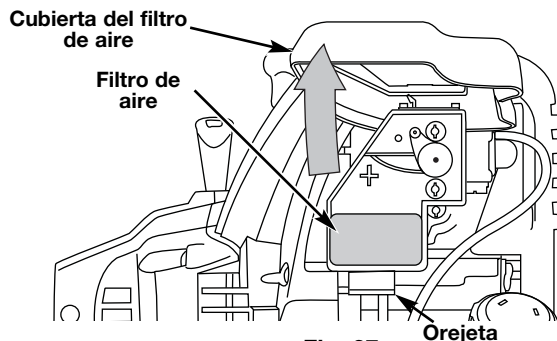

Fig. 27
- y arriba la tapa del filtro de aire. (Fig. 27).
2. Retire el filtro de aire (Fig. 27).
6. Vuelva a colocar el filtro (Fig. 27).